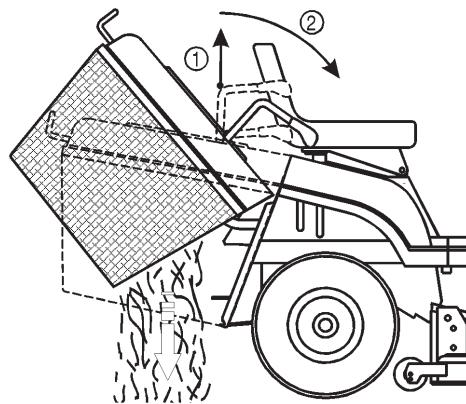

Bild 16
2. Ziehen Sie den teleskopischen Kippparm heraus und schieben Sie ihn nach vorne und unten, um das Heckfangsystem zu entleeren (Bild 16).